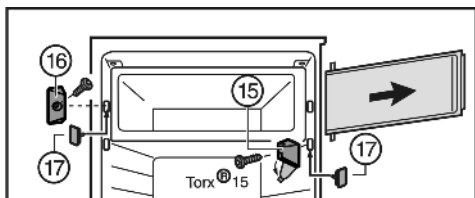

Fig. 7
- ▶ Откройте крышку на опорном кронштейне *Fig. 7 (15)*.
- ▶ Открутите опорный кронштейн *Fig. 7 (15)* с дверцей камеры.
- ▶ Открутите запирающий элемент *Fig. 7 (16)*.
- ▶ Закройте образовавшиеся отверстия прилегающими пробками *Fig. 7 (17)*.